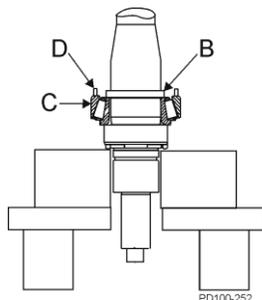

Figure 50 - Entretoise intérieure et extérieure et coupelle inférieure
4. Placez l'entretoise intérieure (figure 50, élément B) sur l'arbre de l'ensemble cône et rouleau inférieur.